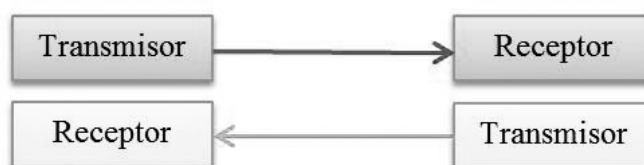

Figura 16.56: Full Duplex o Duplex completo
- Full Duplex o Duplex completo: la comunicación es en ambos sentidos simultáneamente (figura 16.56).